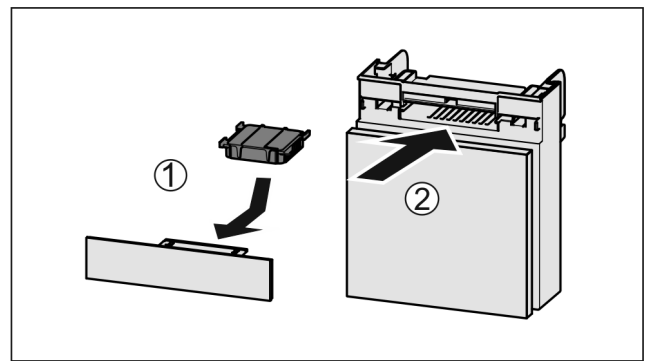

Fig. 37
- Filtr s aktivním uhlím vložte podle vyobrazení Fig. 37 (1).
- Zásuvku zasuňte Fig. 37 (2).